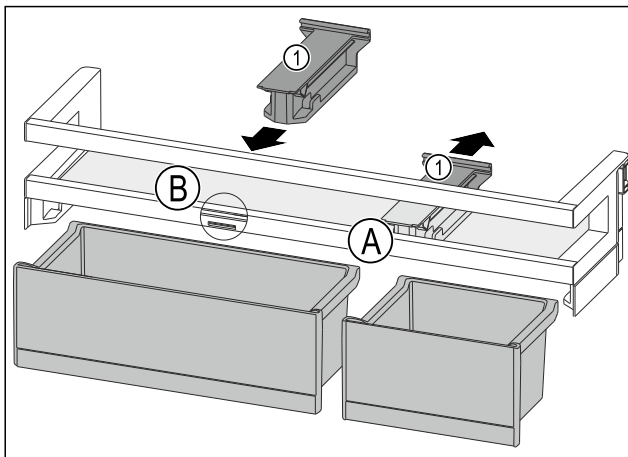

Fig. 135
- Retirer la pièce de retenue Fig. 135 (1) en position Fig. 135 (A) vers l'arrière.
- Mettre la pièce de retenue Fig. 135 (1) en position Fig. 135 (B).